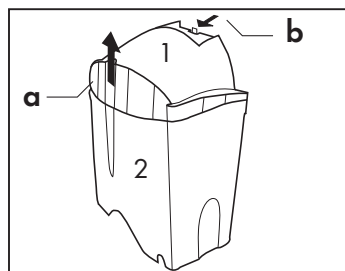

Fig. 3
- Retirer le couvercle (1) du réservoir de récupération de l'eau (2) en suivant la marche ci-dessous :
- décrocher le levier (b) en faisant pression vers le réservoir. Fig. 3 ;
- appuyer sur le levier (a) et, en même temps, relever le couvercle (1). Fig. 3.